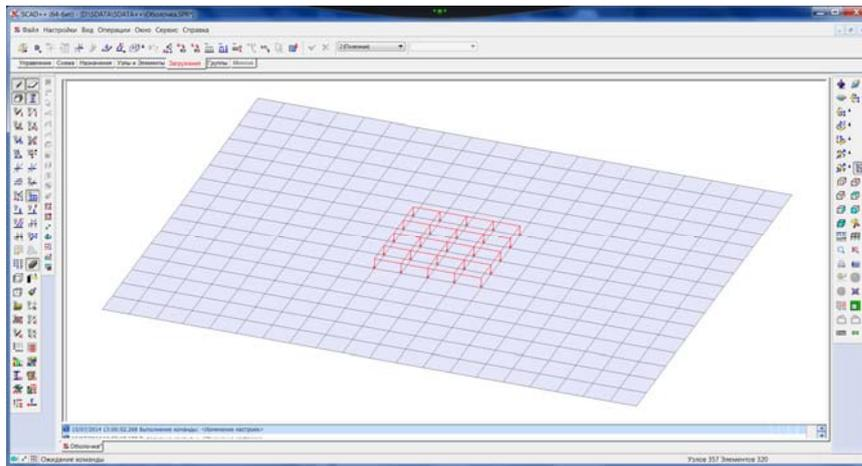

Рис. 2.4-12. Нагрузка на плиту
- нажать кнопку  в инструментальной панели режима **Загружения** или клавишу **Enter** на клавиатуре (если активизировать фильтр **Распределенные нагрузки**, то введенная нагрузка будет показана на расчетной схеме — рис. 2.4.12);